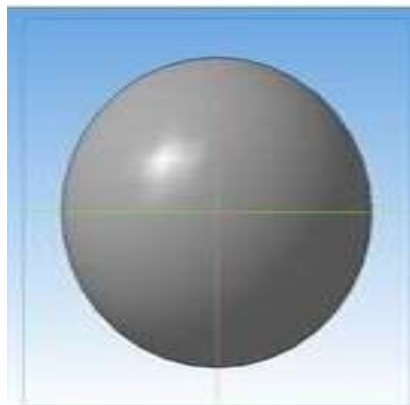

Рисунок 15.7 – Создание шара
13. На панели **свойств** на вкладке **тонкая стенка** укажите тип построения тонкой стенки – **нет**. Создайте объект (рисунок 15.7).